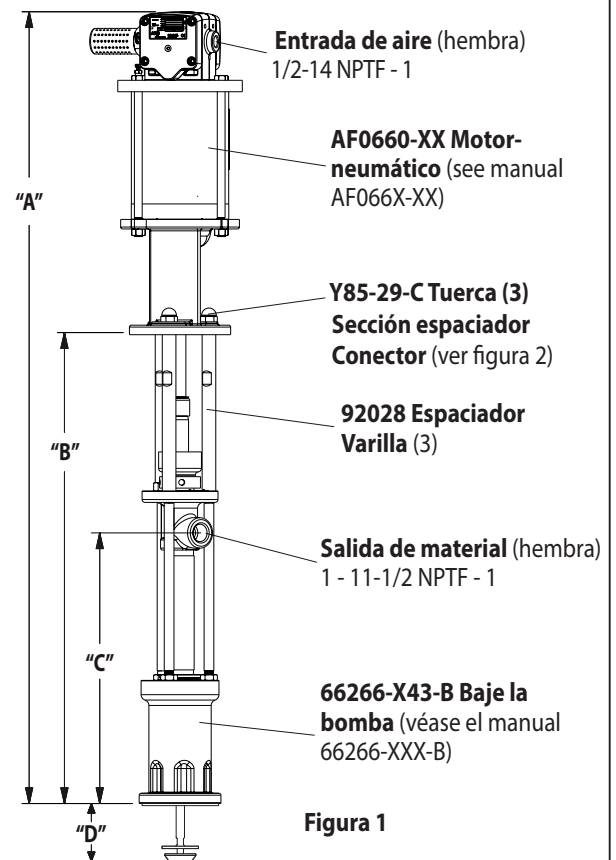

Figura 1
- Retire los tres tornillos de cabeza (Y85-29-C) de las tres varillas del espaciador (ver figura 1).